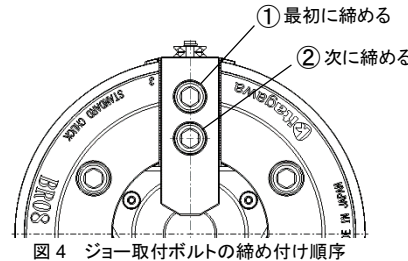

図 4 ジョー取付ボルトの締め付け順序
- BR-AJC**M の取付再現性を長期間安定して維持するため、ジョー取付ボルトを締め付ける際は、常にチャック外径側のボルトから規定トルクで締め付けてください。(図 4 および表 2 参照)